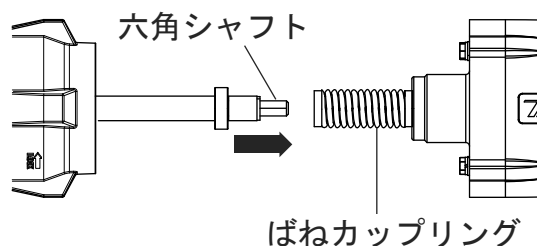

図 6
4. 振動筒ケースから六角シャフトを引き出し、六角シャフトをばねカップリングに挿入し、防振筒をモーターに押し込む。(図6)